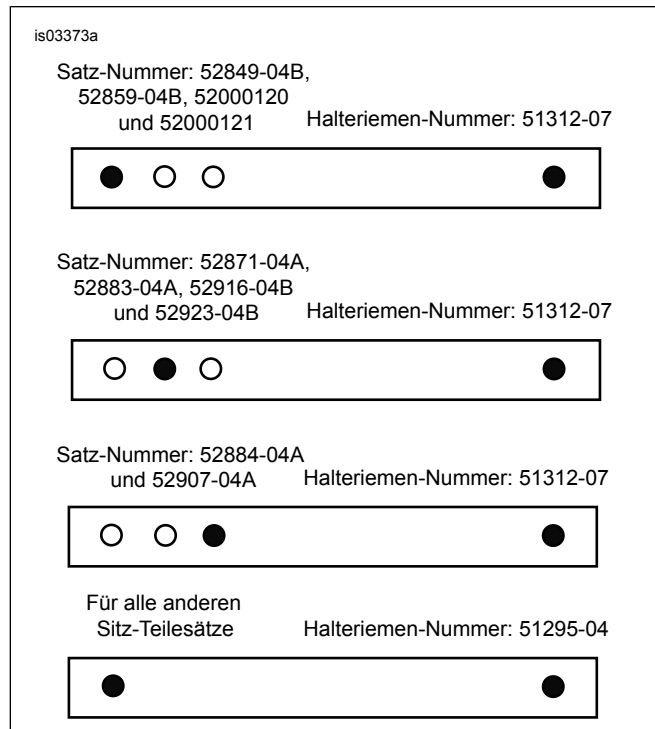
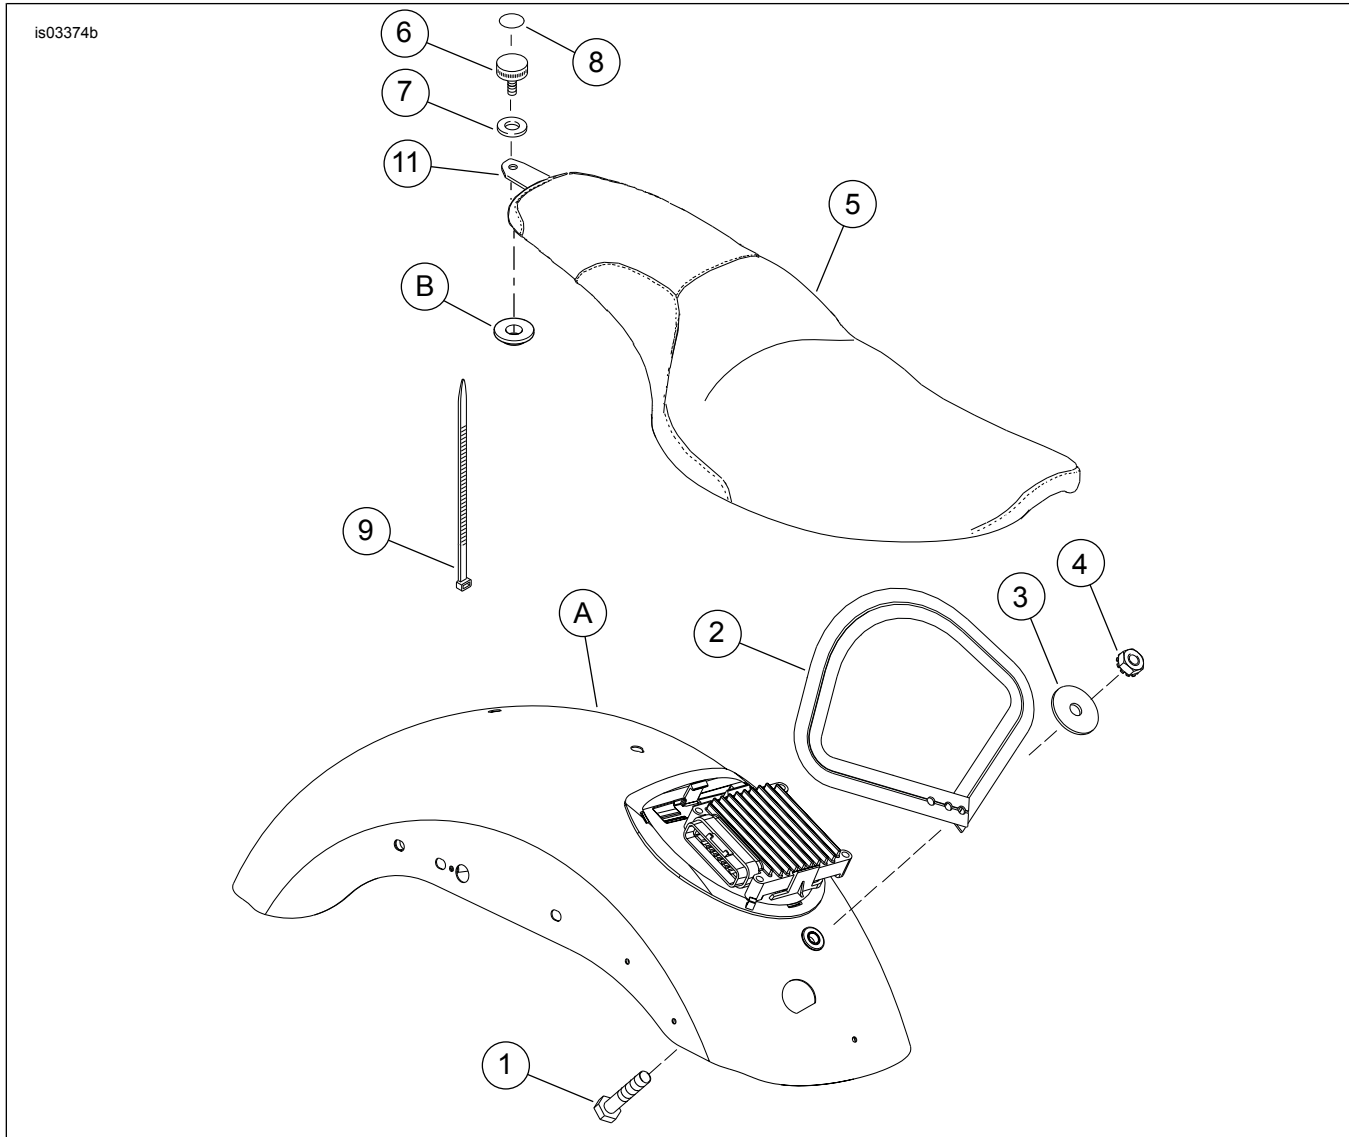

Abbildung 6. Einbau des Halteriememens
Abbildung 7. Ersatzteile: XL Custom-Doppelsitzbank-Sätze
Eine Liste der Ersatzteile ist unter Abbildung 7 und Tabelle 3 zu finden.
1. Siehe Abbildung 7. Schraube (1) von der Innenseite aus durch das vordere Schutzblechloch einsetzen.
3. Siehe Abbildung 6. Die Schraube in den Halteriememen (Abbildung 7, Teil 2) schieben; dabei die korrekten Löcher für den jeweiligen einzubauenden Sitzsatz verwenden.
4. Siehe Abbildung 7. Unterlegscheibe (3) und Sechskantmutter (4) an der Schraube (1) anbringen. Auf ein Drehmoment von 4,1–6,8 N·m (36–60 in-lb) anziehen.
1. Siehe Abbildung 7. Den hinteren Teil des Sitzes (5) durch den Halteriememen (2) stecken.